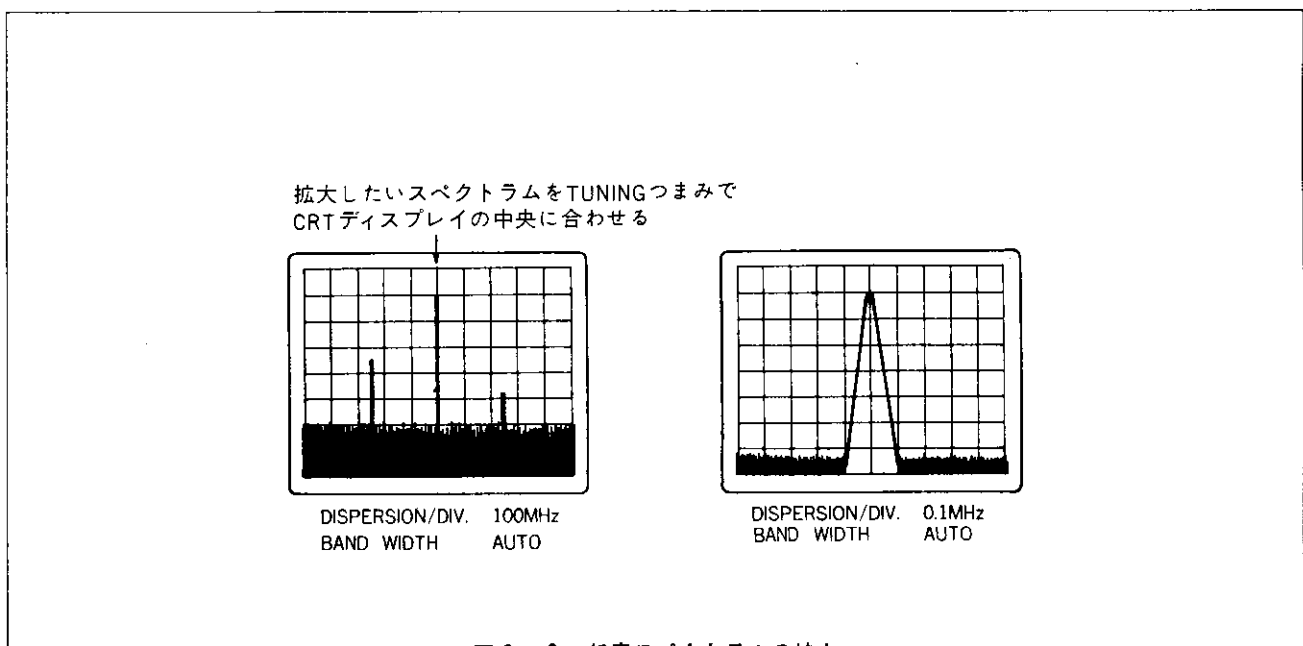

図2-9 任意スペクトラムの拡大
16. DISPERSION/DIV. スイッチは、任意信号スペクトラムを拡大して観測したいときに使用します。BAND WIDTH を AUTO に設定し、TUNING つまみで観測したいスペクトラムをCRTディスプレイ中央 CENTER の位置に合わせ、DISPERSION/DIV. を時計方向にまわすと拡大します。拡大と同時にスペクトラムがCRTディスプレイ中央からずれる場合には、TUNING つまみで再度中央に合わせます。〔図2-9〕